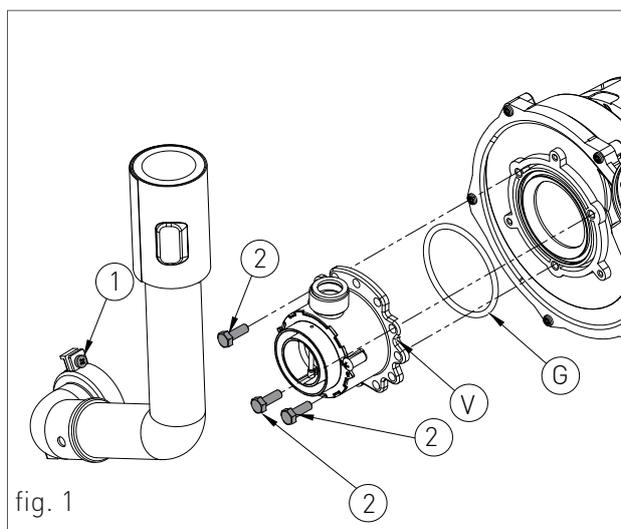

fig. 1
- › Afferrare contemporaneamente le staffe di supporto del pannello comandi (fig. 1) allargandole e rovesciare il pannello, ruotandolo verso il basso;
- › svitare le quattro viti di fissaggio 1 - fig. 1;
- › allentare le due viti '1' (fig.1) dalla boccola di fissaggio, e rimuovere il tubo di aspirazione aria;
- › svitare le tre viti di fissaggio '2' (fig.1) del venturi 'V' (fig.1) con una chiave da 10, tipo come in figura 2;
- › rimontare i componenti procedendo in senso inverso rispetto alle operazioni di smontaggio assicurandosi che venga rimontata la guarnizione 'G' come in fig.1;
1. INDICAZIONE NUMERO PARAMETRO / CODICE INFO VISUALIZZATO / MODALITÀ RICIRCOLO ATTIVA (fig.1)